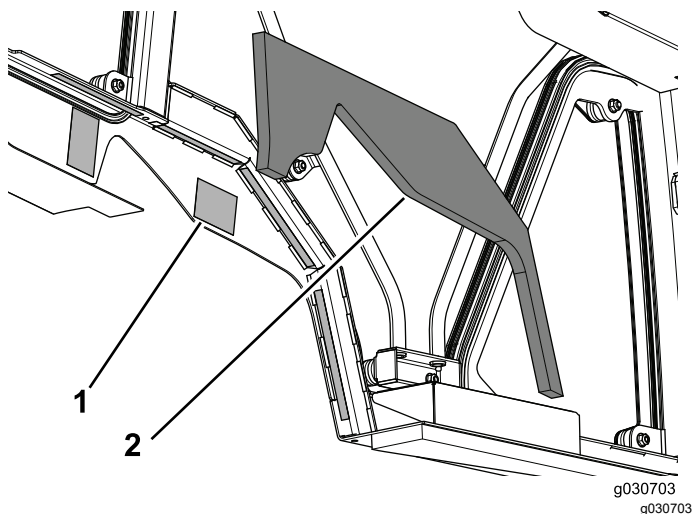

图 15
3. 拆下驾驶室装置两侧双面胶带上的纸基图 15。
4. 将左水箱泡沫粘贴到驾驶室装置上图 15。